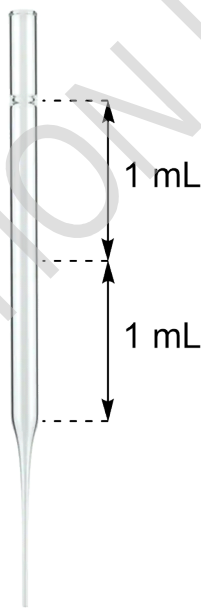

Рисунок 2: пипетка Пастера и примерные объемы (масштаб 1:2)
- Не вынимая колбу из охлаждающей бани, медленно, с помощью пипетки Пастера **добавьте** раствор NaHSO_3 (водный, 40%) (примерно **5 мл** из пузырька " NaHSO_3 (aq)"; **1 мл** соответствует $\frac{1}{2}$ пипетки Пастера, смотри Рисунок 2). **Продолжайте** перемешивание. У вас образуется белый осадок (продукт **A**).